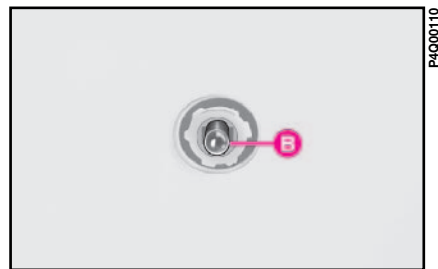

fig. 21
3) extraire la lampe **B-fig. 21** et la remplacer;